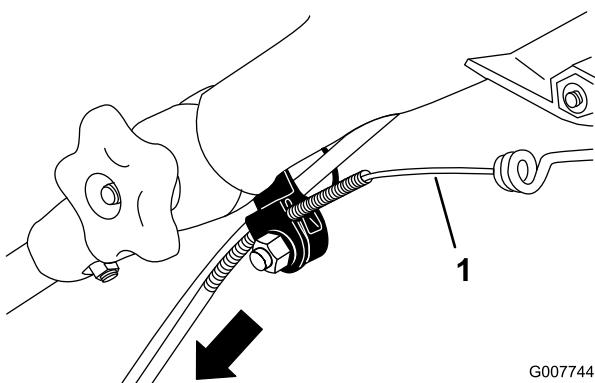

Figura 33
3. Tire hacia abajo de la cubierta del cable hasta eliminar la holgura en el cable expuesto (Figura 33).